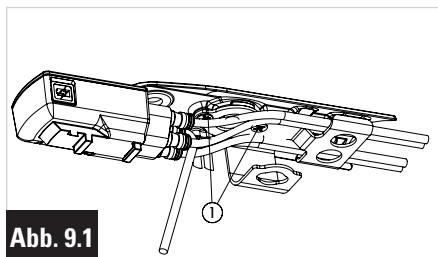
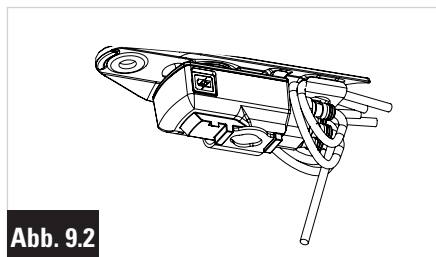

Abb. 9.1
Abb. 9.2
- 2- Schrauben der Abdeckung ① leicht lösen.
- 3- Die beiden Di2-Kabel rechts vom Lenker an der Abdeckung rechts und die beiden links links durchführen. (Abb. 9.1)
- 5- Schrauben der Abdeckung ① wieder festziehen.
- 6- Verteiler mit einer Kabelschlaufe auf dem Blech befestigen. (Abb. 9.2)